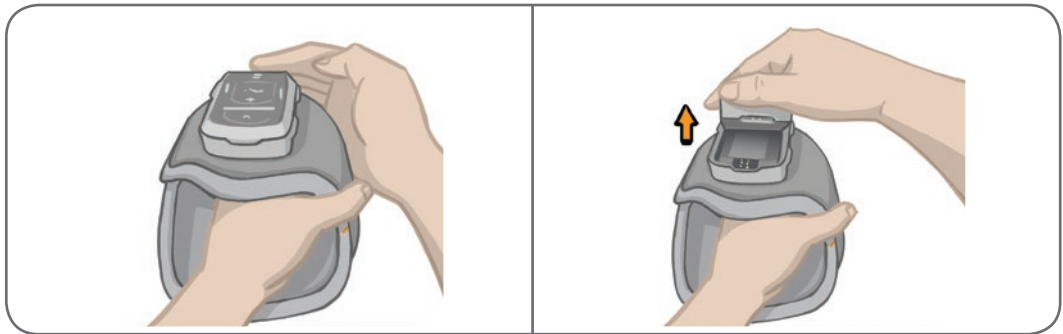

Ilustración 8-12: Retirada del EPG
2. Extraiga la parte superior del EPG del estuche. Consulte la ilustración 8-12.